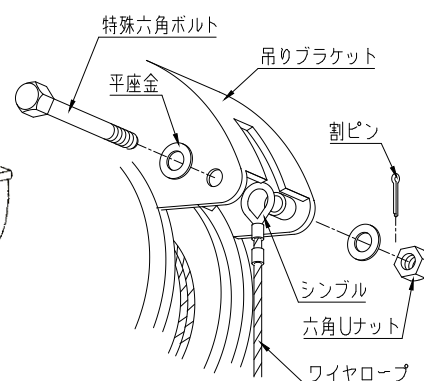

図 8
【シムプル側】 (図 8)
- 1) ワイヤロープによりが掛からないように注意しながら、吊りブラケットにワイヤロープ端のシムプルごとと特殊六角ボルトを差し込む。(図 8)